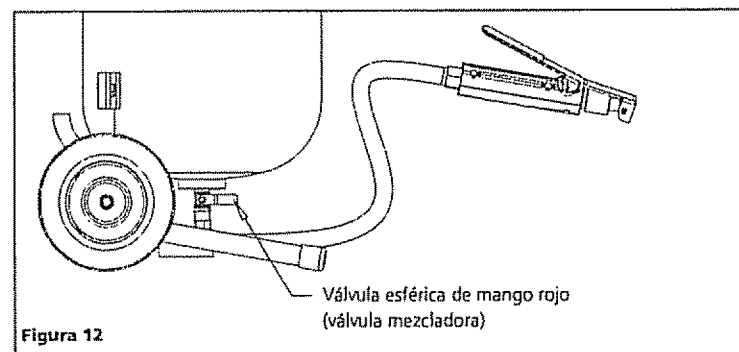

Figura 12
4. Coloque la válvula esférica de mango rojo ubicada debajo del tanque en la posición intermedia, entre la posición completamente abierta y la posición completamente cerrada. Esta válvula "mezcladora" ajusta la proporción entre el material abrasivo y el aire (ver figura 12)